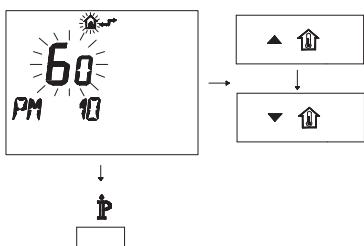

Figura 5.47
- Para modificar el punto de consigna programado use los botones **▲** o **▼** y espere a que el número programado comience a parpadear (Figura 5.47).